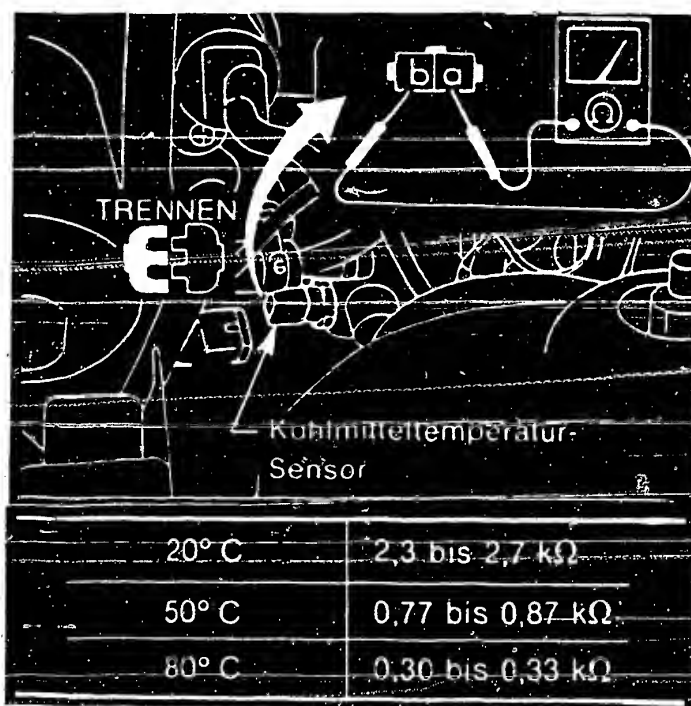

Bild 31 Ausmessen der Widerstände am Ansaugluft-Tempersensor zwischen den Klemmen a und b. **Achtung:** Die Messung muss klemmenseitig erfolgen.
- Wenn die Spannung am Steuergerät zwischen Anschluss 21 und Masse beim Warmlaufen des Motors nicht von 5,0 auf 0V abfällt, ist der Widerstand des Sensors auszumessen (Bild 31).